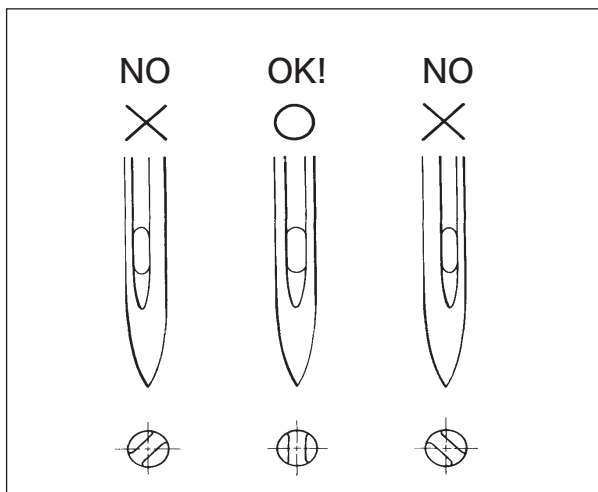

図 5-2
- (2) 古い針をピンセットを使って取り外す。
- (3) 新しい針を、エグりを真後ろにしてピンセットで針止め②の穴の奥まで差し込む。(図 5-2、5-3)
- (4) マイナスドライバで止ネジ①を締め付ける。